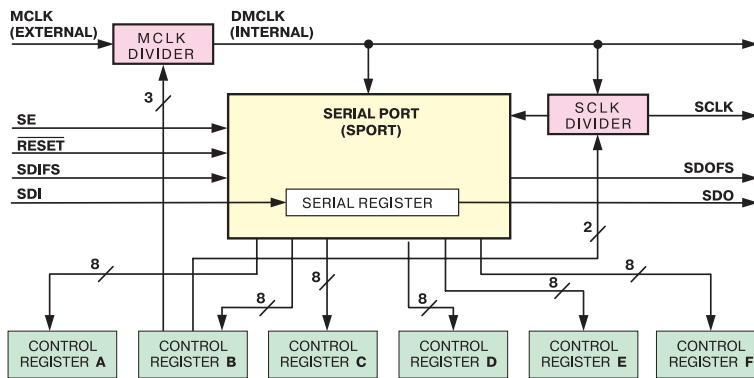

Рис. 2. Структурная схема последовательного порта
Рис. 2. Эпюра колебания (1) сердечника M датчика угловой скорости, состояния пружинных подвесок датчика (2) и векторы линейной скорости колебания и кориолисового ускорения сердечника (3) в зависимости от фазы колебания сердечника а, б, в, г
TMS320C55 и другими. Структура контроллера последовательного порта приведена на рис. 2. Входными сигналами для контроллера порта SPORT являются: тактовый (MCLK) частотой 16.384 МГц, сброса (RESET), разрешения (SE), SDI (входные цифровые данные), SDIFS (стартовый строб начала приема данных). К выходным сигналам относятся: тактовый SCLK, с помощью которого осуществляется стробирование выходных и входных данных; SDO (выходные цифровые данные); SDOFS (стартовый строб начала передачи данных). Особенностью контроллера последовательного порта является наличие одного регистра сдвига, который используется как для приема, так и передачи данных. Вторая особенность заключается в том, что стробирующий сигнал SDOFS устанавливается сразу после того, как сформирован сигнал разрешения (SE).